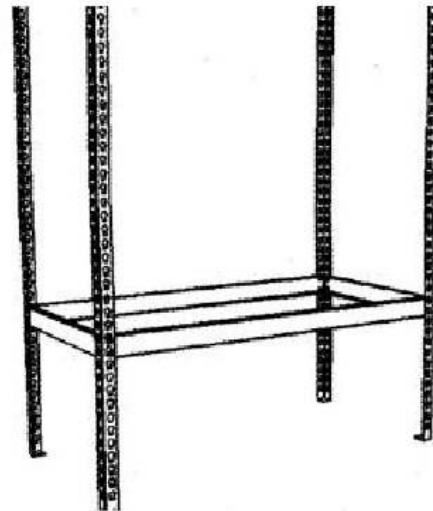

РИС. 3. Сборка каркаса полки
5. Далее взять две стяжки, которые будут соответствовать глубине стеллажа, и соединить ими собранные стойки, таким образом, что бы получился каркас полки, показанный на (рис. 3).